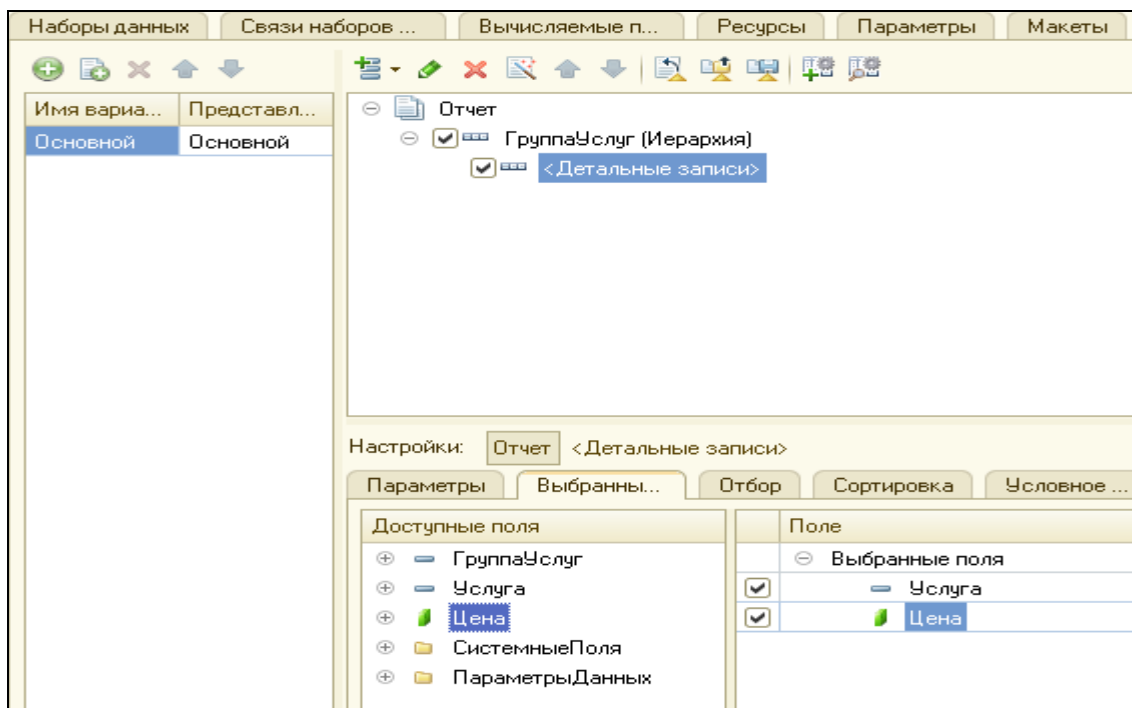

Рисунок 4.48. Структура и поля отчета
14. Перейти на закладку **ВыбранныеПоля**, указать, что в отчет будут входить поля **Услуга** и **Цена** (рис.4.48).